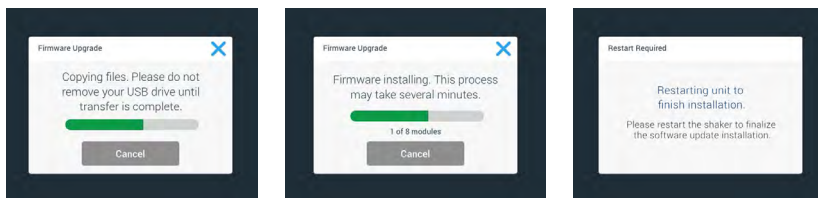

Рисунок 118: Сообщения об установке обновления встроенного ПО
15. Отображаются различные сообщения, информирующие о ходе выполнения установки, как показано на Рисунок 118.